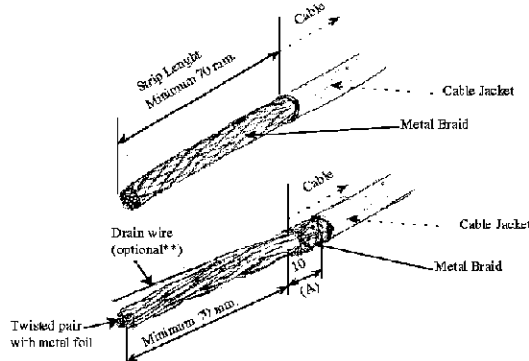

Abbildung 2 / Figure 2
2. Geflechschirm nach hinten über den Kabelmantel legen und auf eine Länge von ca. 10mm verdrehen (siehe Abbildung 2).
2. Fold the metal braid back over the cable jacket on a length of approx. 10mm (see figure 2).